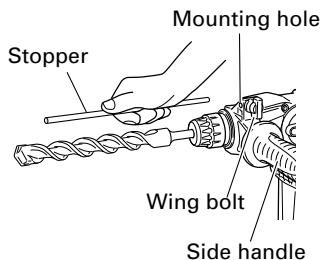

Fig. 15
- 7. Using the stopper (Fig. 15)**